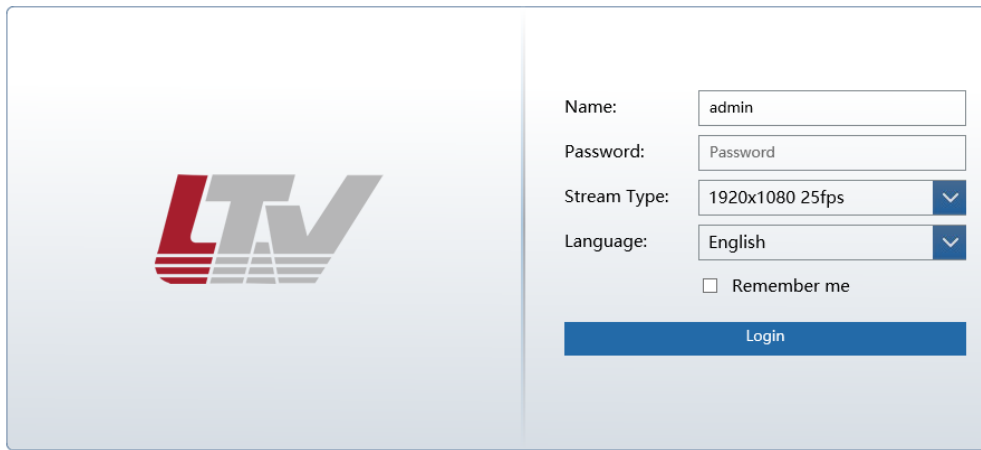

Рисунок 4.4 – Диалоговое окно авторизации пользователя
- Дважды щёлкните по IP-адресу видеочамеры, после чего откроется окно браузера Internet Explorer для подключения к видеочамере. Internet Explorer автоматически предложит выполнить элемент управления ActiveX. Проверьте настройки безопасности в свойствах браузера: установка элементов ActiveX должна быть разрешена. После того как элемент управления ActiveX установится, появится окно авторизации (рис. 4.4). Введите имя пользователя и пароль для авторизации.